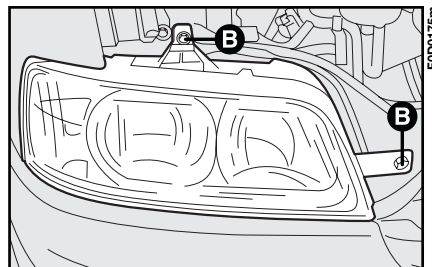
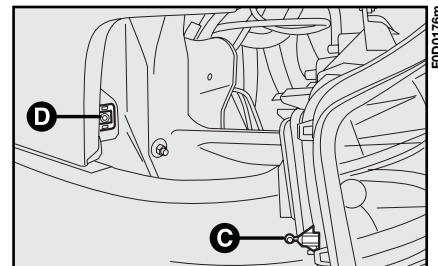

Abb. 10
Abb. 11
2) Lösen der beiden Befestigungsschrauben **B**, Abb. 10 und Ausbau des Scheinwerfers durch Aushakung des Stiftes **D**, Abb. 11 aus seiner Aufnahme **C**;